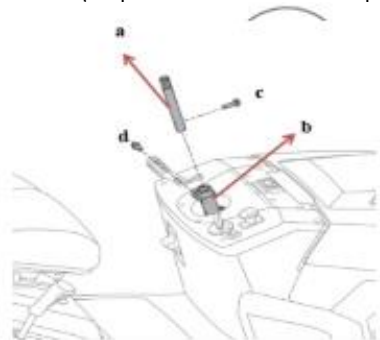

Fig.2A
1. Introduceți tija de extensie (a) în manșonul de fixare (b), în ordinea prezentată în Fig.2A. Fixați ferm în patru șuruburi.